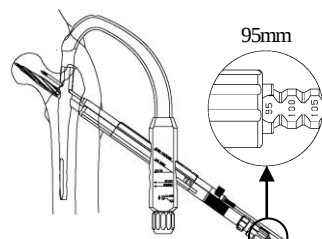

図 17
14) ラグスクリュー用スリーブ先端を骨面に押し当て、つまみで固定します。ステップリーマーのストッパーを計測長より 10mm マイナスした位置に合わせ、リーミングを行います。（図 17）